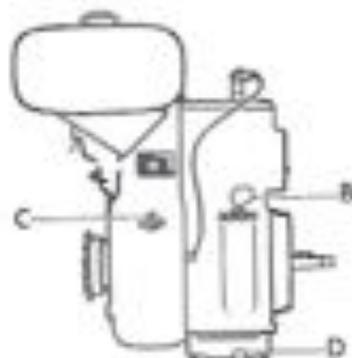

Bild 1
Handeltchtliches Bleiben in durch einen Siebrichter in den Kraftstofftank fllen. Mit Hilfe des Ölmesstabes (B, Bild 1) den Ölstand messen. Der Ölstand soll nicht unter dem unteren und nicht ber dem oberen Strich am Ölmesstab sein. Luftfilter prfen; falls ntig reinigen. Falls der Motor mit einem Ölbadluftfilter ausgestattet ist, frisches Öl bis zum vorgeschriebenen Ölstand auffllen.
- a. bei Betrieb mit Benzin: Motor auf "Leerlauf" stellen und Abstellknopf drcken (C, Bild 1). Kraftstoffbahn schliessen.
- b. bei Betrieb mit Petroleum: Kraftstoffbahn auf "Benzin" stellen und Motor whrend 3-3 Minuten laufen lassen. Dann Motor auf "Leerlauf" stellen und Abstellknopf drcken (C, Bild 1). Kraftstoffbahn schliessen.